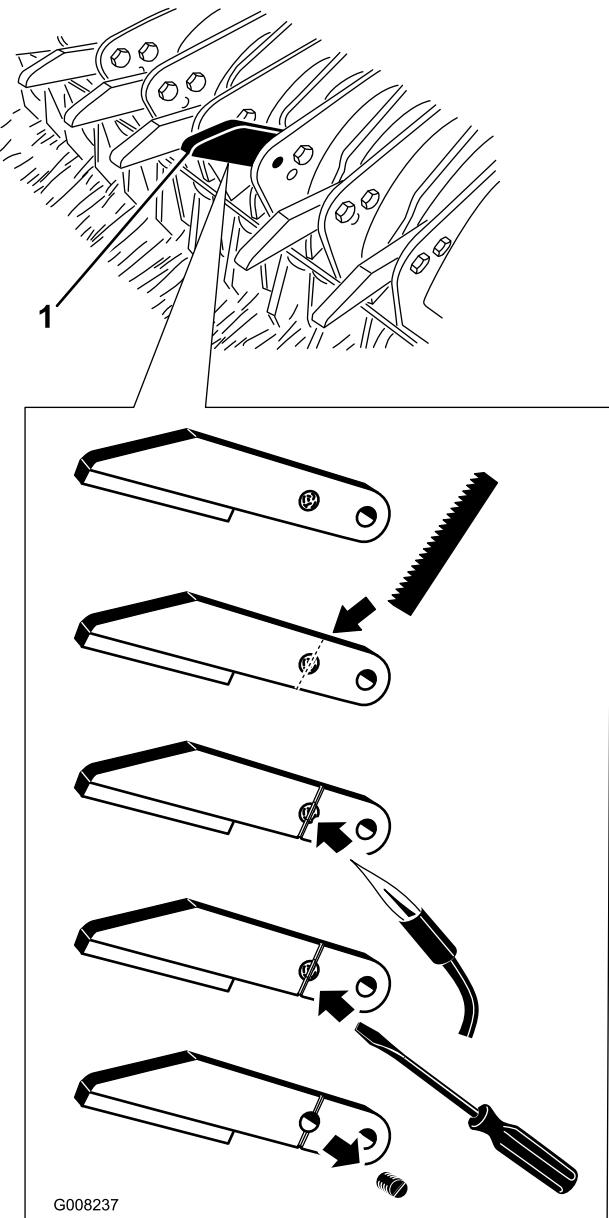

Figura 38
1. Togliete il bullone non tranciato che fissa la punta della trinciatrice alla lama (Figura 38). Togliete la punta della trinciatrice dalla lama.
2. Servendovi di una sega per metalli, tagliate una scanalatura nell'estremità trinciata del bullone e nella punta della tranciatrice (Figura 38). Controllate che la scanalatura sia sufficientemente profonda da poter inserire un cacciavite piatto.
3. Dopo aver completato la scanalatura, riscaldate il bullone traciato con un cannello per ammorbidire il Loctite (Figura 38).
4. Una volta ammorbidito il Loctite, sfilate il bullone dalla punta della tranciatrice (Figura 38).